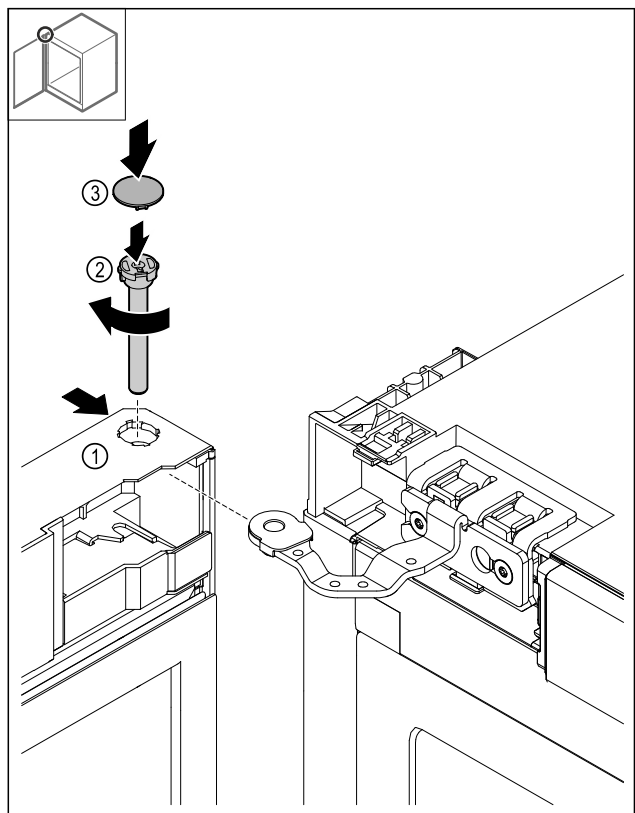

Fig. 47
- Deur Fig. 47 (1) boven op het scharnier schuiven.
- Bouten Fig. 47 (2) plaatsen en rechthoekig vastdraaien.
- Afdekking Fig. 47 (4) plaatsen.